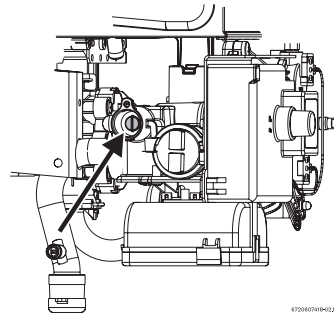

Fig. 14 Parafuso de ajuste de vazão de gás máximo
- ▶ Retirar a selagem do parafuso de ajuste (Fig. 14).
- ▶ Utilizando o parafuso de ajuste (Fig. 14) regular a pressão até atingir os valores indicados na tabela 6.